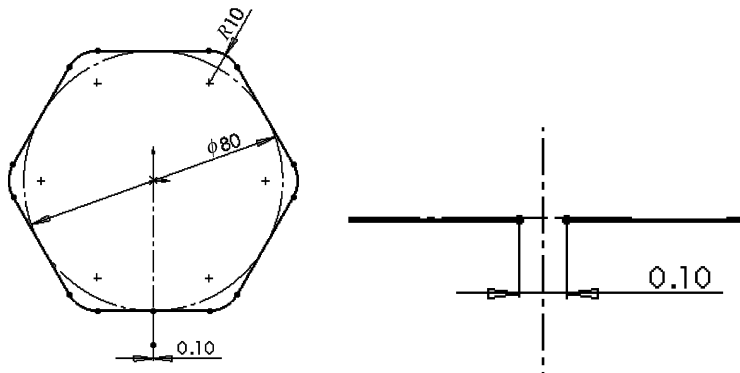

图 7-61 绘制缺口使草图为开环
2) 单击“草图”工具栏中的“剪裁实体”按钮, 对竖直直线和六边形进行剪裁, 最后使六边形具有 0.10mm 宽的缺口, 从而使草图为开环, 如图 7-61 所示, 然后单击“退出草图”按钮。